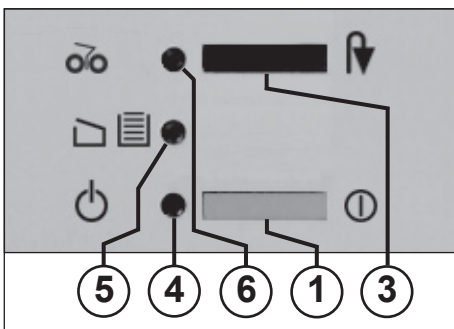

Fig. 1
- 3 = Interrupteur à poussoir (fig. 1)**
- 4 = Voyant de contrôle (fig. 1)**
- 5 = Voyant de contrôle (fig. 1)**
- 6 = Voyant de contrôle (fig. 1)**
- b) l'interrupteur à poussoir (3) est actionné alors que le bloc de coupe est en marche. Le bloc de coupe est éteint et s'arrête.
- Appuyer sur l'interrupteur à poussoir (1) (fig. 1) de la machine. Le voyant de contrôle (4) (fig. 1) s'allume.
Si le sac de réception est plein, la machine s'éteint. Le voyant de contrôle « Récipient plein » / « Porte ouverte » (5) (fig. 1) **clignote**. Afin de signaler l'arrêt du bloc de coupe, le voyant de contrôle « Bourrage » / « Arrêt » (6) s'allume simultanément.
- Replacer le cadre avec le sac de réception et fermer la porte. Le voyant de contrôle (5) (fig. 1) s'éteint.
- Actionner brièvement l'interrupteur à poussoir « Marche arrière » / « Arrêt » (3). Le bloc de coupe réduit en morceaux le reste se trouvant dans la cavité d'alimentation, puis s'éteint. Le voyant de contrôle (6) s'éteint. La destruction ultérieure peut désormais être poursuivie.
- Le voyant de contrôle (6) (fig. 1) s'allume.
- Actionner l'interrupteur à poussoir « Marche arrière » / « Arrêt » (3) **de manière prolongée** et retirer simultanément le document éjecté de la machine.
- Après avoir retiré le bourrage, le bloc de coupe fonctionne automatiquement en marche avant, réduit en morceaux le reste se trouvant dans la cavité d'alimentation, puis s'éteint. Le voyant de contrôle (6) (fig. 1) s'éteint.
**Remarque :** s'il est impossible de retirer le bourrage, l'interrupteur à poussoir « Marche arrière » / « Arrêt » (3) doit de nouveau être brièvement actionné. Le bloc de coupe répète à présent automatiquement le procédé décrit précédemment jusqu'à ce que le reste de papier se trouvant dans le bloc de coupe soit passé.